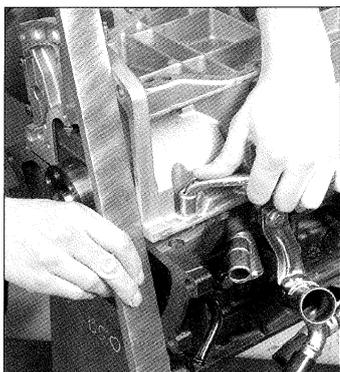
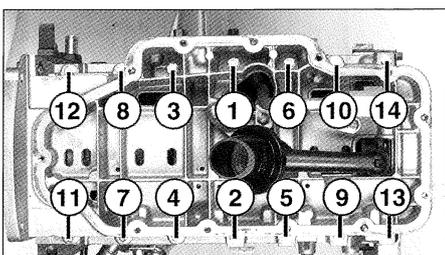

FIG. 49
FIG. 50
- Montar el cárter intermedio con una junta nueva, centrando este último en el cárter y alineando el cárter con relación al bloque motor (fig. 49). Apretar los tornillos de fijación al par prescrito y en el orden indicado (fig. 50).